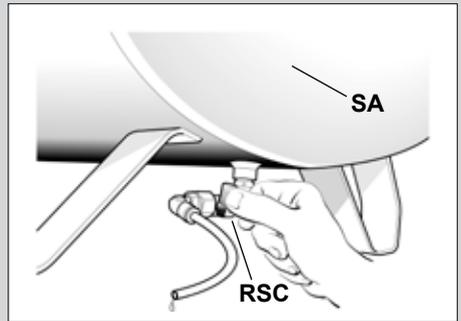

Fig. 28
- Открыть кран **RSC** (рис. 28)